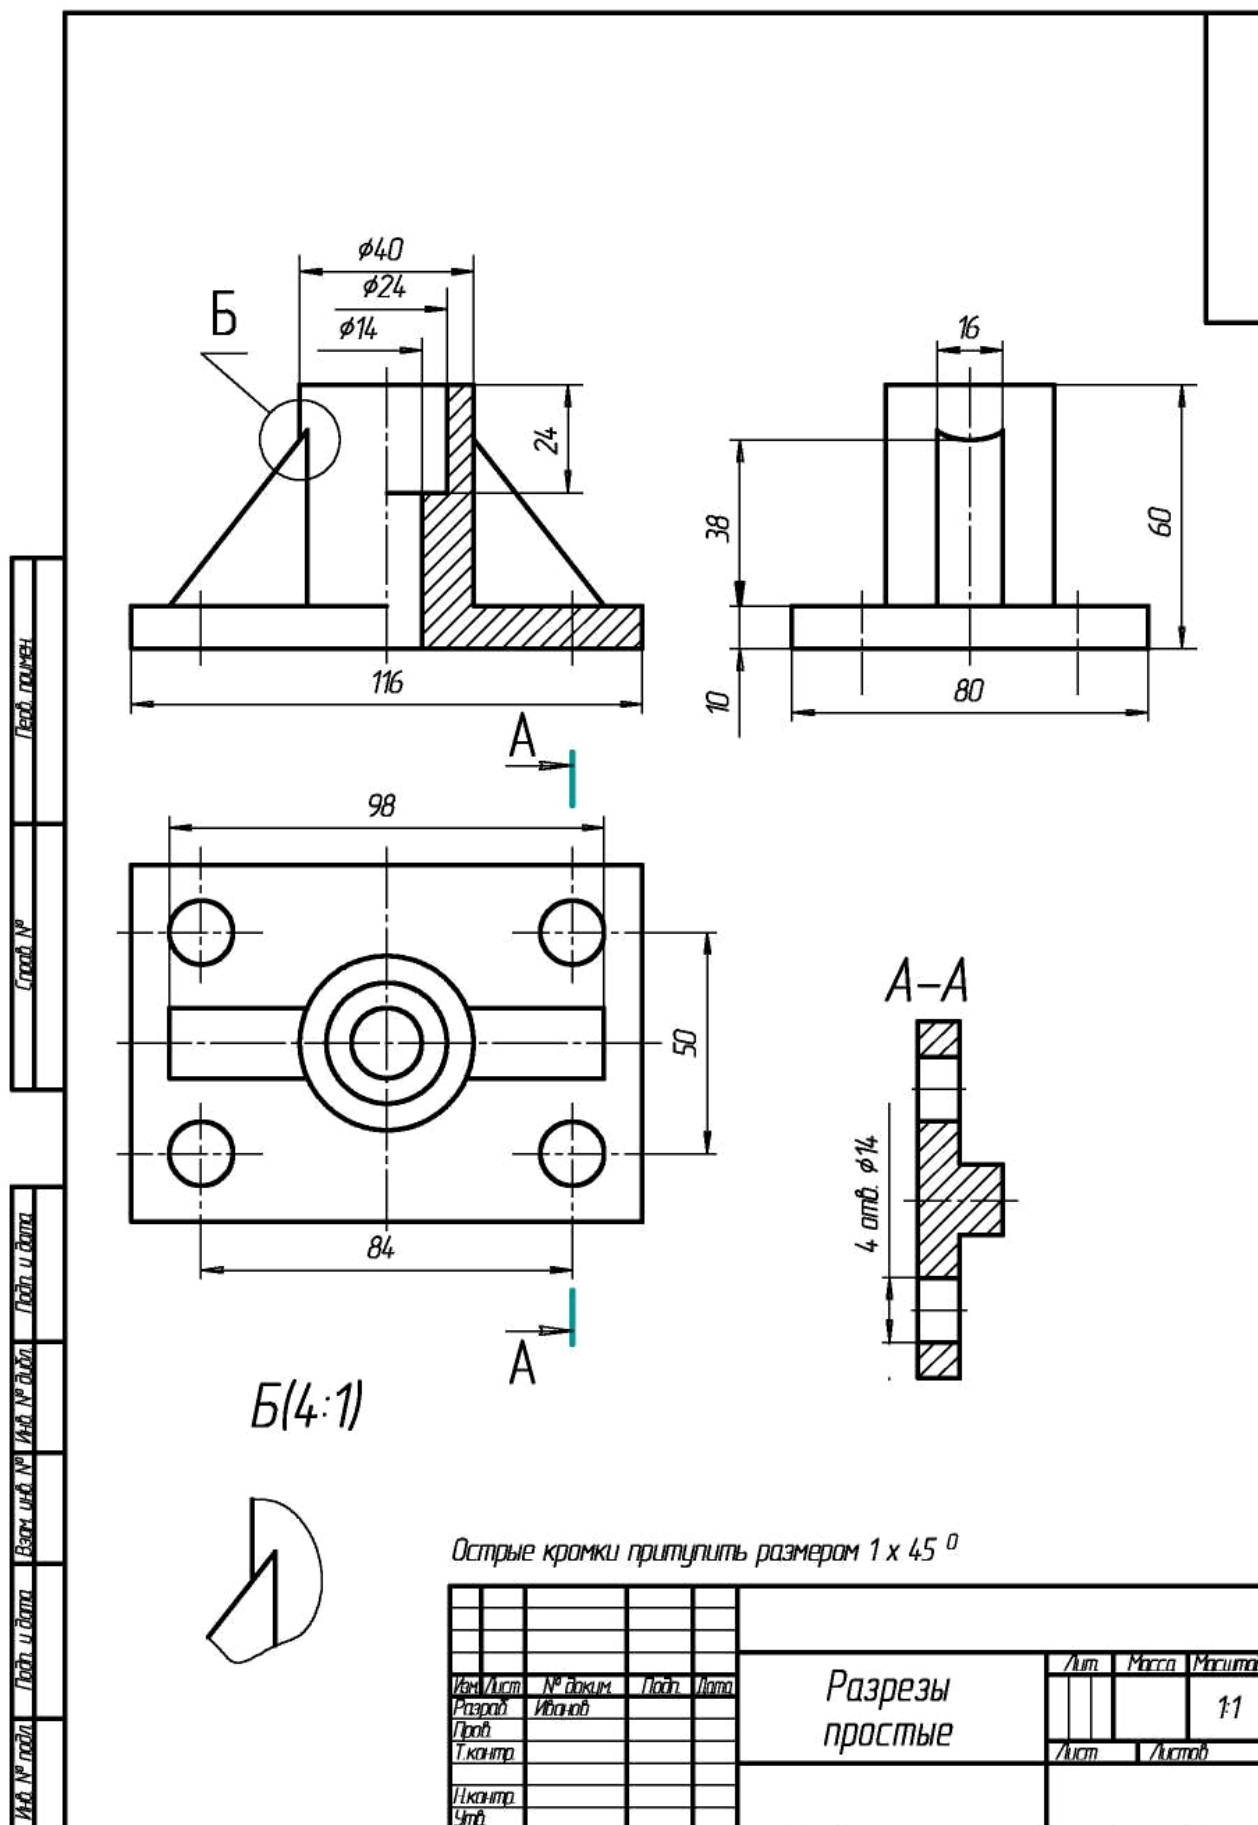

Рис. 3.22. - Пример выполнения задания «Разрезы»
9. Нанести размеры детали на чертеже. Заполнить основную надпись. Окончательный вид чертежа показан на рис. 3.22.